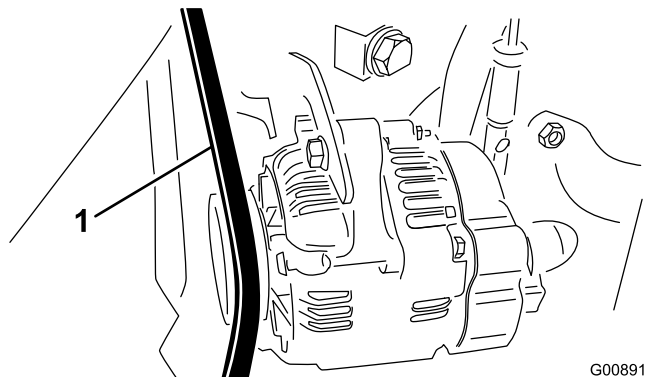

Figura 69
2. Verifique a pressão calcando a correia do alternador/ventoinha entre o alternador/ventoinha e as polias da alavanca do cárter, utilizando uma força de 30 Nm (Figura 69).